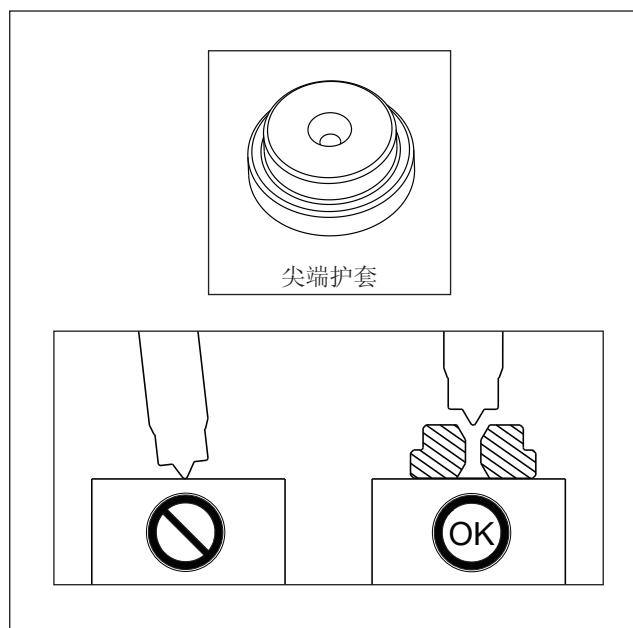

图 3，尖端护套
- SGM01 SGM04 和 SGM07 型号带有标准调节杆，以及一个回火不可收缩尖端。当轴末端无中心钻孔时，此类型号拔轮器必须搭配尖端护套使用。参见图 3。